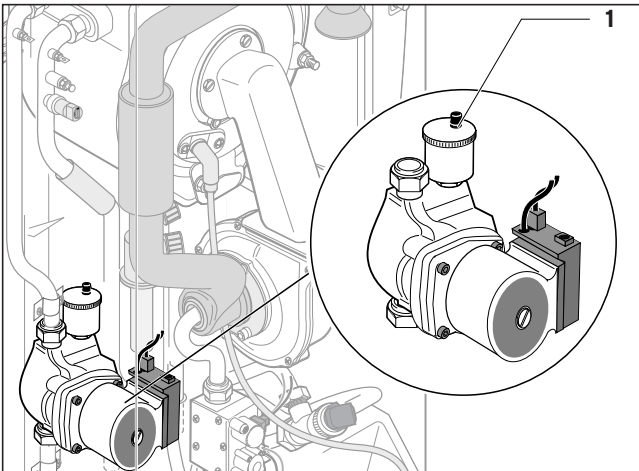

Fig. 5.1 Disaeratore rapido
- Allentare di uno o due giri il cappuccio del disaeratore rapido (1) della pompa (fig. 5.1) (durante l'esercizio continuo la disaerazione dell'apparecchio avviene automa-